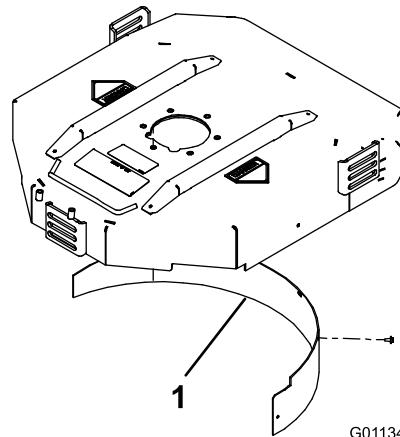

Рисунок 8
- Установите дефлектор для мульчирования в отверстие задней стенки корпуса и закрепите его пятью болтами с фланцевой головкой (Рисунок 8).